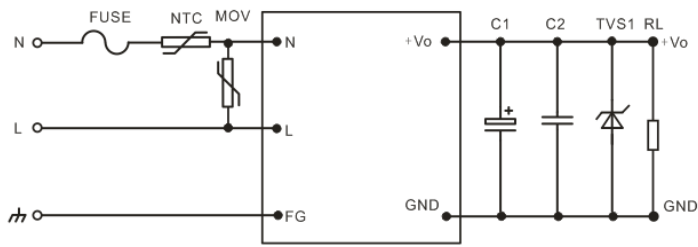
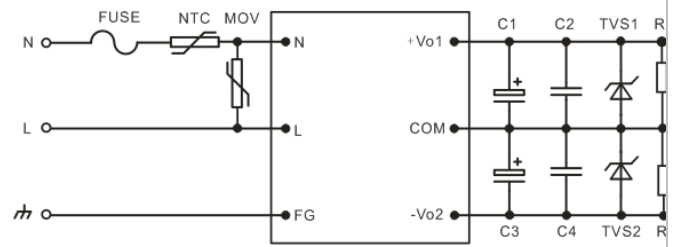
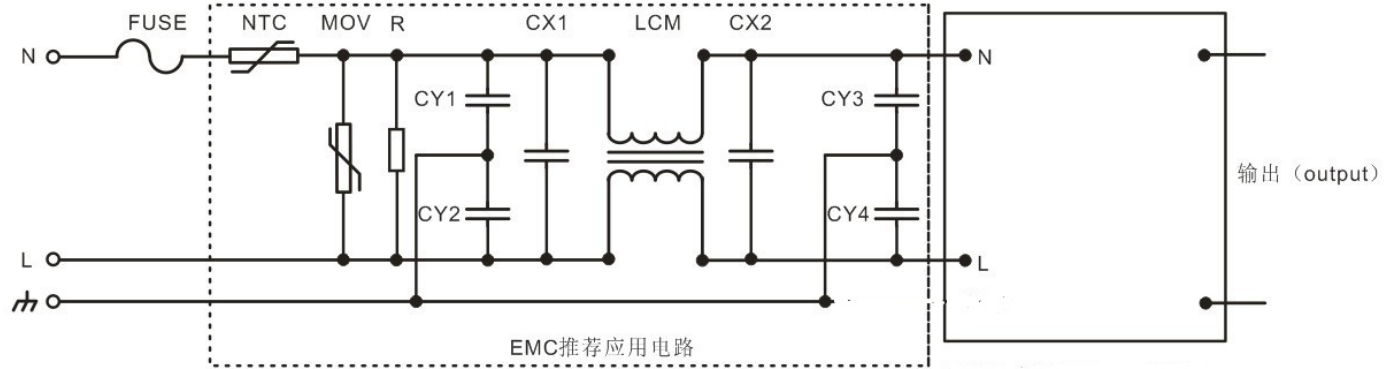

图 1
图 2
图 3
- 5、客户的一般要求用图1、图2 推荐电路，如果有EMC需求，推荐客户用图3电路。图3具体推荐值如下：